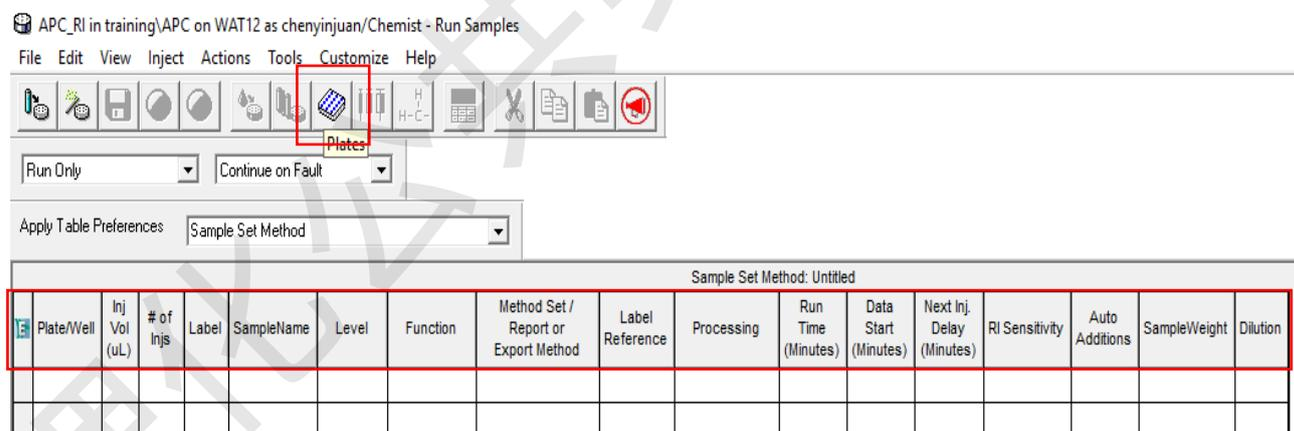
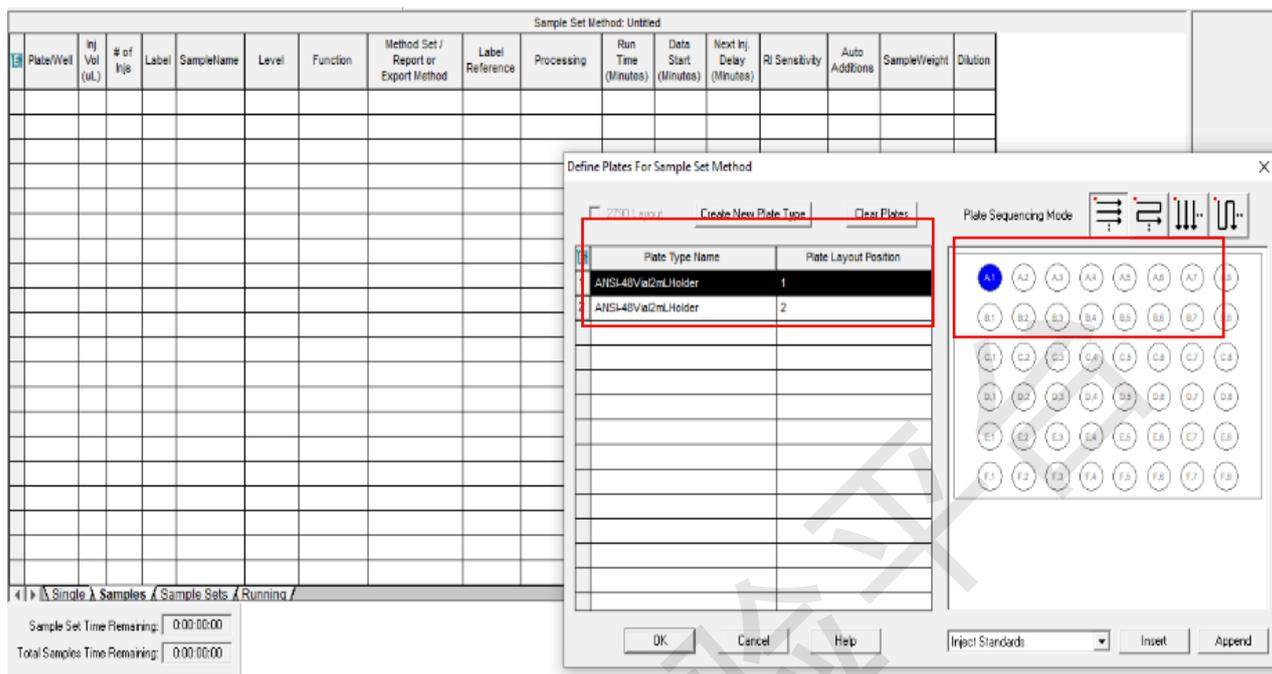

图7-15
图7-16
点击图7-15上Plates图标, 显示样品瓶选择对话框, 如图7-16所示。聚合物色谱使用的样品盘类型为ANSI-48Vial2mlHolder, (6*8孔), 仪器共两个样品盘, 根据7.4.9操作, 选择正确的样品盘和样品瓶位置, 斜角处样品为A1位置。样品盘加样模式为从左到右。例如: 某样品放在1号盘, A1位置, 则选择ANSI-48Vial2mlHolder (1), 并点击A1, Insert, 最后点击OK, 关闭对话框。